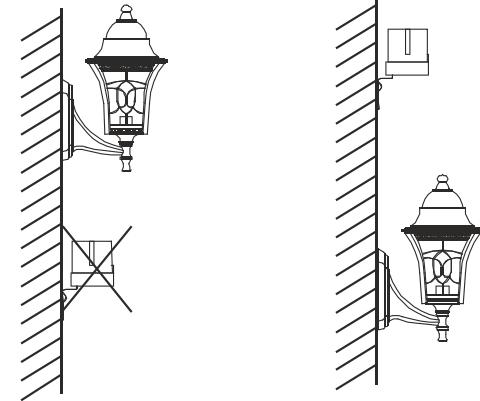

Рис. 1.2 Схема монтажа
1. Перед датчиком освещенности не должно находиться посторонних предметов, препятствующих естественному освещению (рис. 1.2).
**2.** Перед датчиком не должно находиться качающихся предметов (рис. 1.2).